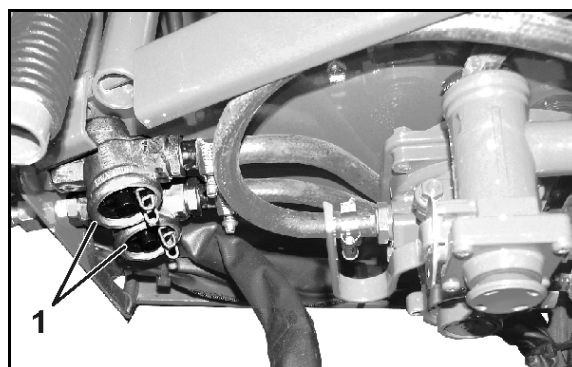

Fig. 158
1. Verificați dacă există deteriorări la manșetele anti-praf, respectiv la burdufuri (Fig. 158/5).